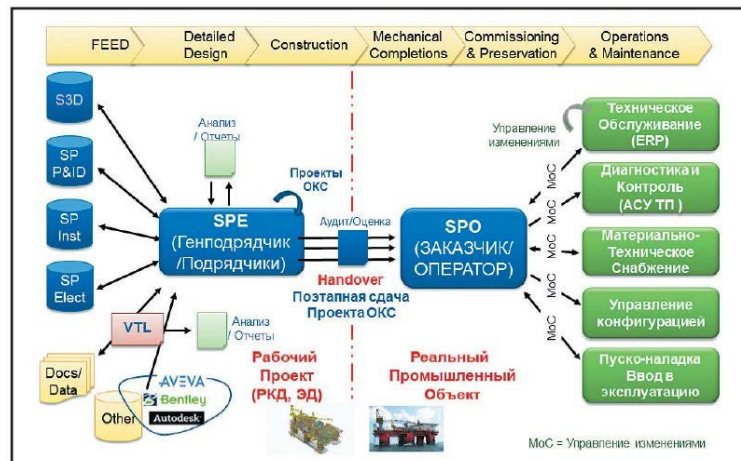

Рис. 3. Реализация концепции Handover средствами SPO Intergraph
- реализацию концепции Handover (рис. 3) — организация и внедрение программно-технической